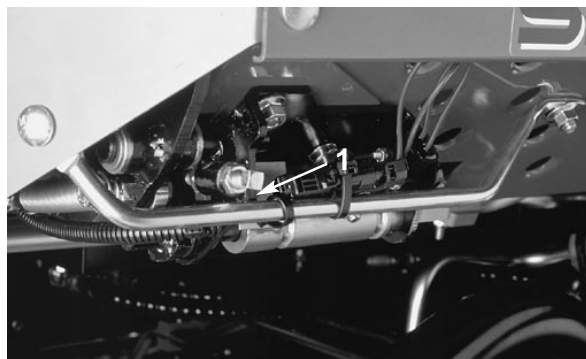

Figure 8
**Note :** la vitesse de tonte est réglée en usine à 9,5 km/h. Il est possible de l'accroître ou de la réduire en ajustant plus ou moins la vis de butée (Fig. 8).